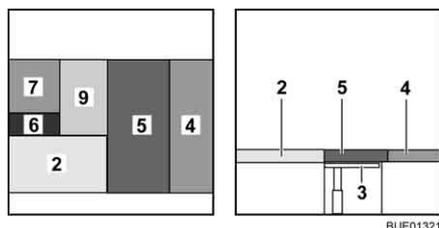

Fig. 141 Après la transformation
- Relever le coussin supplémentaire (Fig. 141,9) et le placer sur la table.
- Placer le coussin d'assise (Fig. 141,5) au centre.
- Placer le coussin de dossier (Fig. 141,4) entre le coussin d'assise et la cloison.